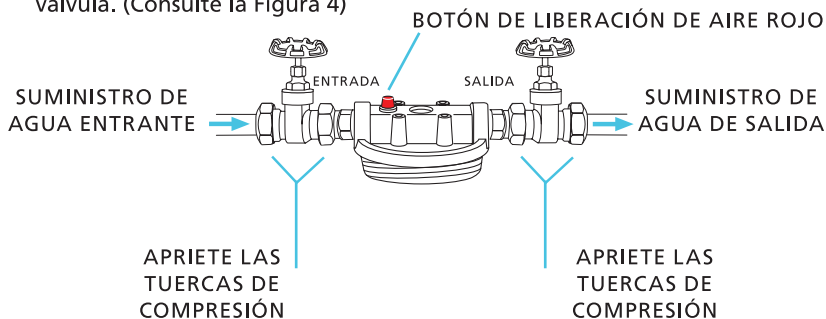

FIGURA 4
- 7** Coloque el cabezal del filtro y las válvulas de cierre de entrada en la tubería. Asegúrese de que el puerto "IN" (Entrada) con el botón de liberación de aire rojo esté conectado a la línea de suministro de agua entrante. Apriete las tuercas de compresión de las cuatro (4) ubicaciones a ambos lados de cada válvula. (Consulte la Figura 4)